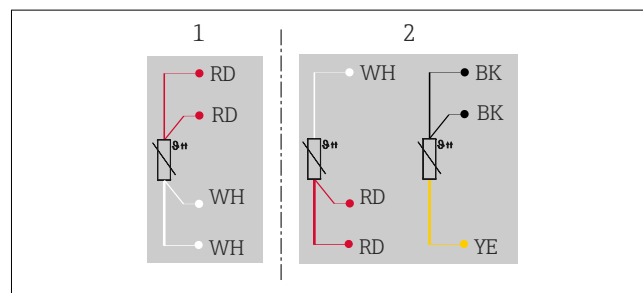
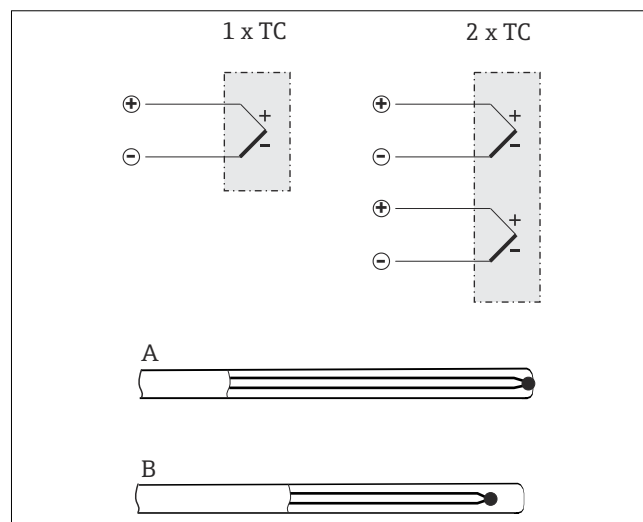

图 3 热电阻接线图
图 4 热电偶接线图
- ▶ 遵照特定缆式温度计的电气连接图连接电缆（参见图 3 和图 4）。